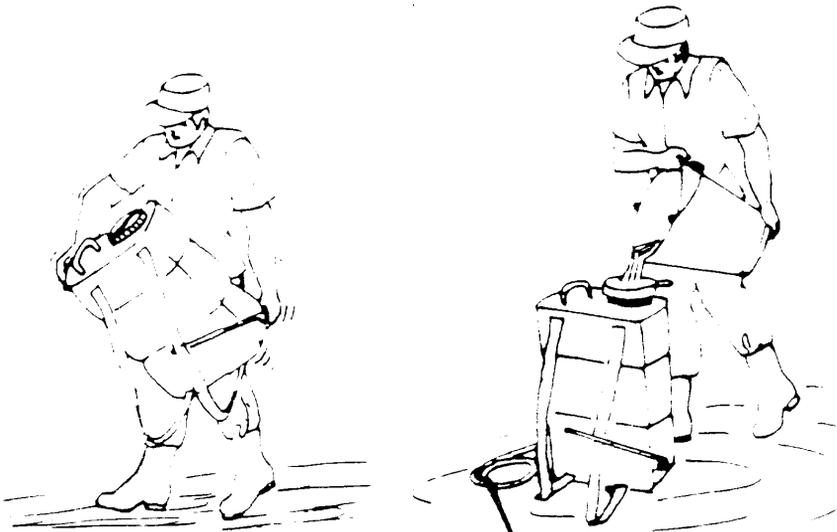

FIG. 19. Instruções de preparo da calda para pulverizar os animais.
b) Agite a calda para ficar bem misturada e adicione os 2/3 de água restante (Fig. 19).